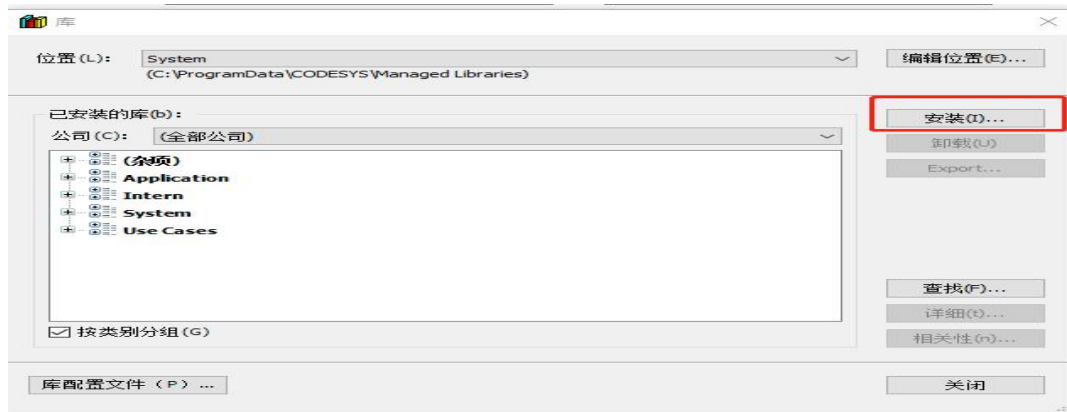
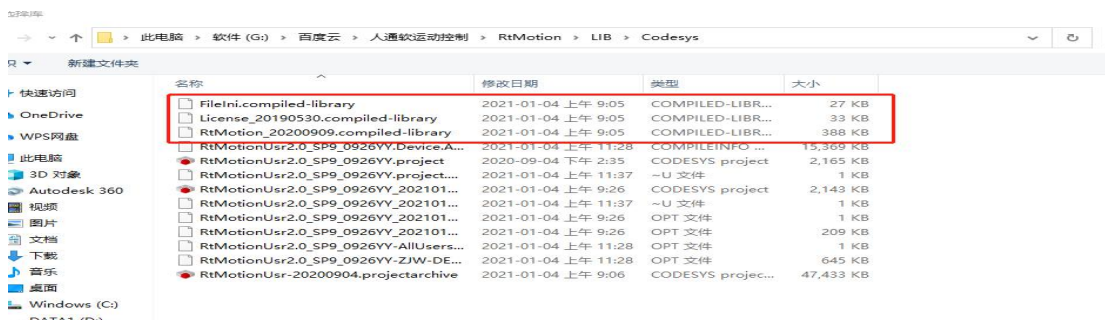

图 2-6-12 CodeSys 工程添加库 2
图 2-6-13 CodeSys 工程添加库 3
10、在图 2-6-12 的对话框中点击“安装”，安装图 2-6-13 中的三个库文件；